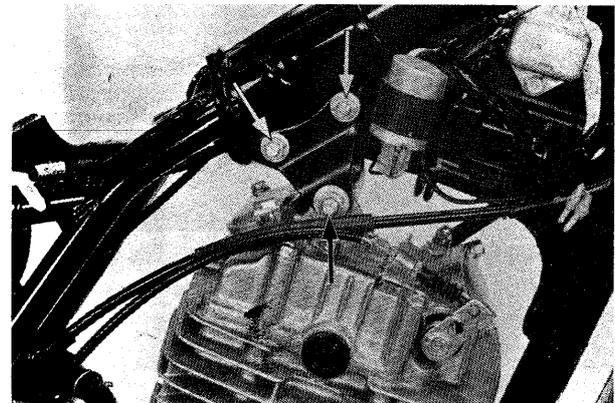

Bild 34a
- Die oberen Motoraufhängungsschrauben entfernen (Bild 34a).